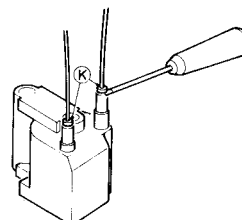

Fig. 2a
8. Das Hochspannungs- und Fokussierspannungskabel am Zeilenausgangstransformator lassen sich abziehen, nachdem mit einem Schraubenzieher oder einem Seitenschneider die Klemmbuchsen "K" hochgezogen werden (Bild 2a).